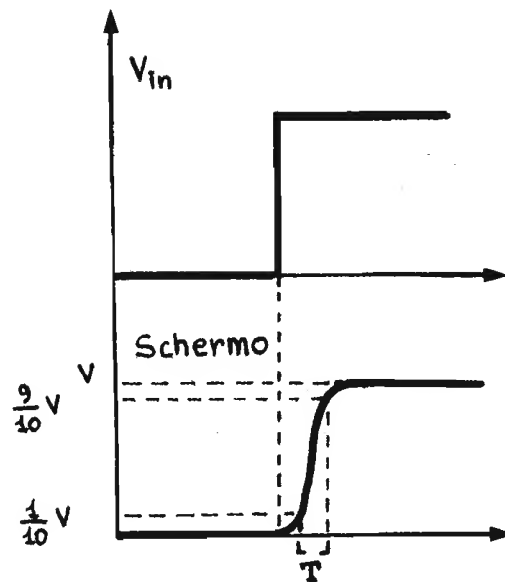

Figura 4 - Illustrazione del tempo di salita di un oscilloscopio.
3) **Tempo di salita:** è il ritardo con cui lo strumento risponde alle tensioni esterne applicate in ingresso, espresso in microsecondi ( $\mu s$ ) o nanosecondi (ns). Con riferimento alla figura 4, se  $V_{in}$  è la tensione applicata effettivamente in ingresso, sullo schermo si rischia di osservare un andamento che non è quello reale, ma che è arrotondato nel caso di un'onda quadra. Il tempo di salita è strettamente collegato alla banda passante e vale la relazione:
Volendo misurare praticamente il tempo di salita, questi è il tempo necessario per passare dal 10% del valore finale al 90% del valore finale (vedi figura 4).